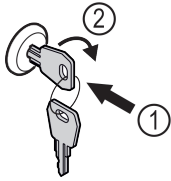

Fig. 125
- ▶ Пъхнете ключа Fig. 125 (1).
- ▶ Завъртете го на 90° по посока на часовниковата стрелка Fig. 125 (2).